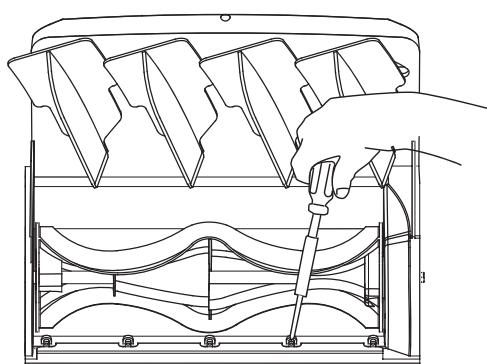

Fig. 9
- Con un desatornillador en cruz quite los cinco tornillos que se encuentran debajo del impulsor y que aseguran el raspador a la carcaza. (Fig. 9).